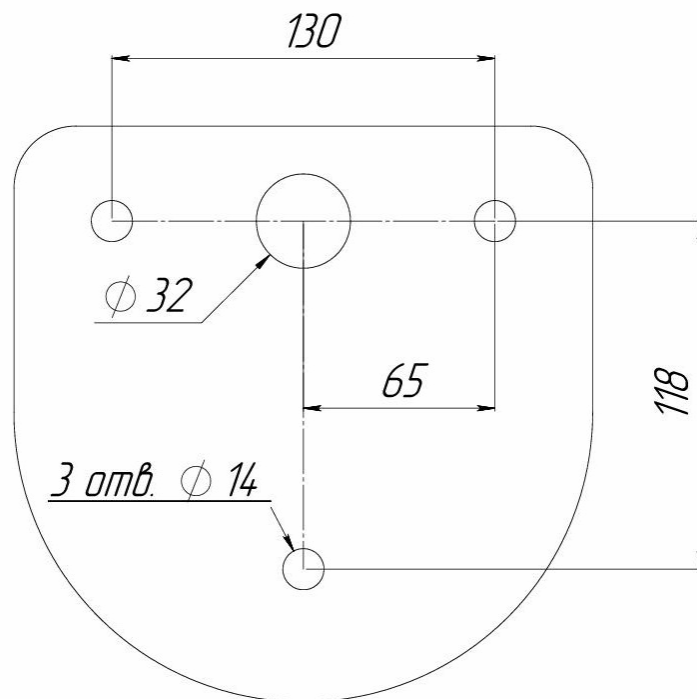

Рис. 2. Установочные размеры.
6.2.3. По размерам, указанным на рис. 2, подготовьте 3 отверстия диаметром 20 мм в полу под анкеры крепления стойки картоприёмника. Глубина закладного отверстия должна превышать длину анкера на 5 мм. Вставьте анкеры в отверстия.